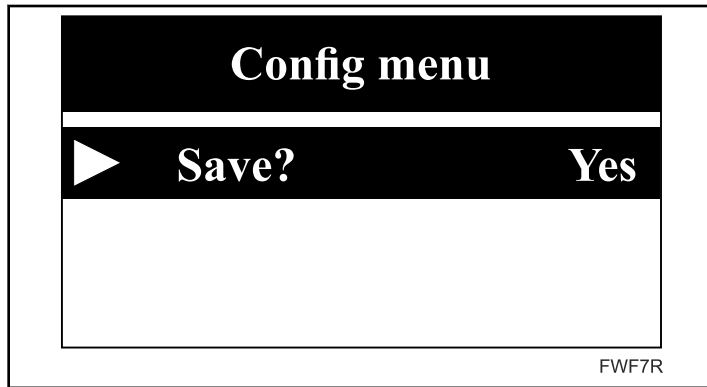

Figura 6
- Se tiverem sido selecionadas alterações (nos itens de configuração) que têm de ser guardadas antes de poder sair do menu, é exibido um inquérito que pergunta se pretende guardar essas alterações. As alterações não serão guardadas a não ser que selecione a opção “Yes” [Sim]. Selecionar “no” [não] reporá os valores originais de configuração. Consulte *Figura 6*.